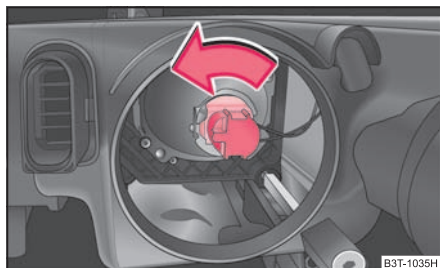

Abb. 235 Ausbau der Glühlampe für Abblendlicht
- Den Stecker mit der Glühlampe bis zum Anschlag nach links drehen und herausnehmen ⇒ Abb. 235.